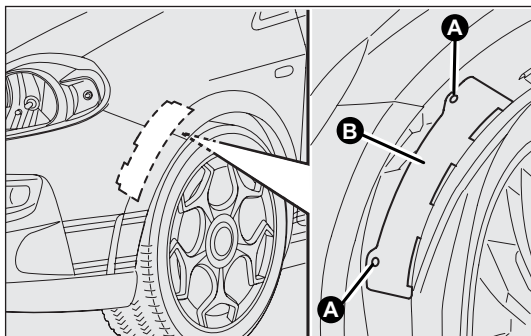

fig. 140
Avant fig. 140
- dévisser les dispositifs de blocage A-fig. 140, puis déposer le volet d'accès B ;
- monter le volet B-fig. 140 puis visser les dispositifs de blocage A.